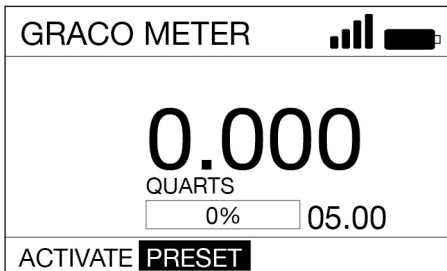

FIG. 32
3. Utilizzare il tasto FRECCIA DESTRA per evidenziare il valore PRESET (H) nella schermata. Premere il pulsante INVIO per selezionare il valore PRESET (Fig. 32).